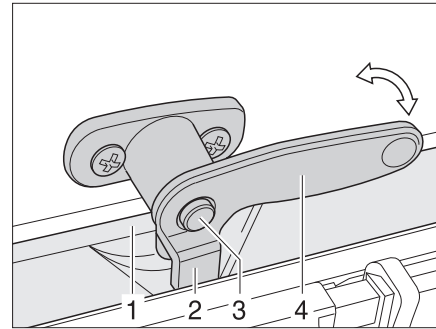

Fig. 72 Levier de verrouillage avec bouton de sécurité en position "fermée"
- Tourner le levier de verrouillage (Fig. 72,3) d'un quart de tour vers le centre de la fenêtre.